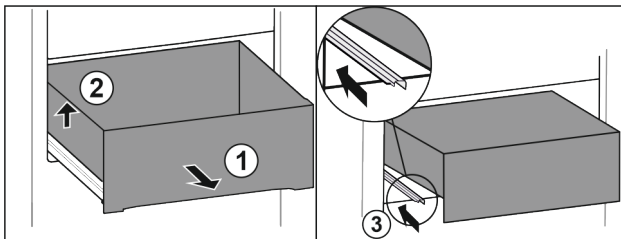

Fig. 62
- ▶ Extraiga el cajón hasta el tope. Fig. 62 (1)
- ▶ Levante el cajón por la izquierda. Fig. 62 (2)
- ▶ Retraiga la guía izquierda. Fig. 62 (3)